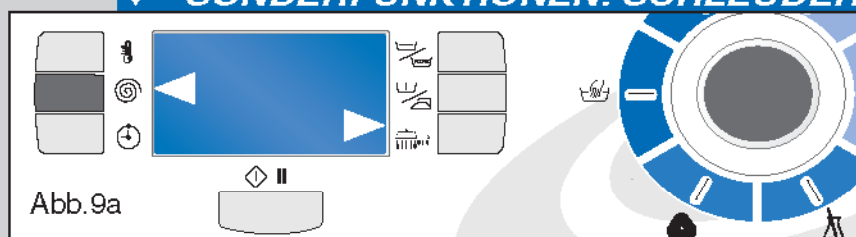

Abb. 9a
mehrmals die Wahltaste (P) drücken, bis alle umliegenden Leds erlöschen und zwei Pfeile am Display erscheinen (Abb. 9a).